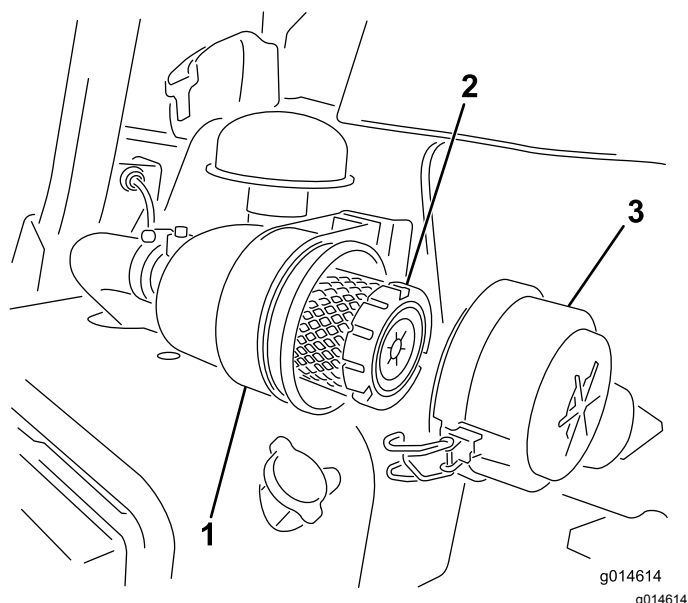

图25
1. 松开将空气滤清器盖固定到空气滤清器壳体上的搭扣图25。
7. 固定搭扣 (图25)。